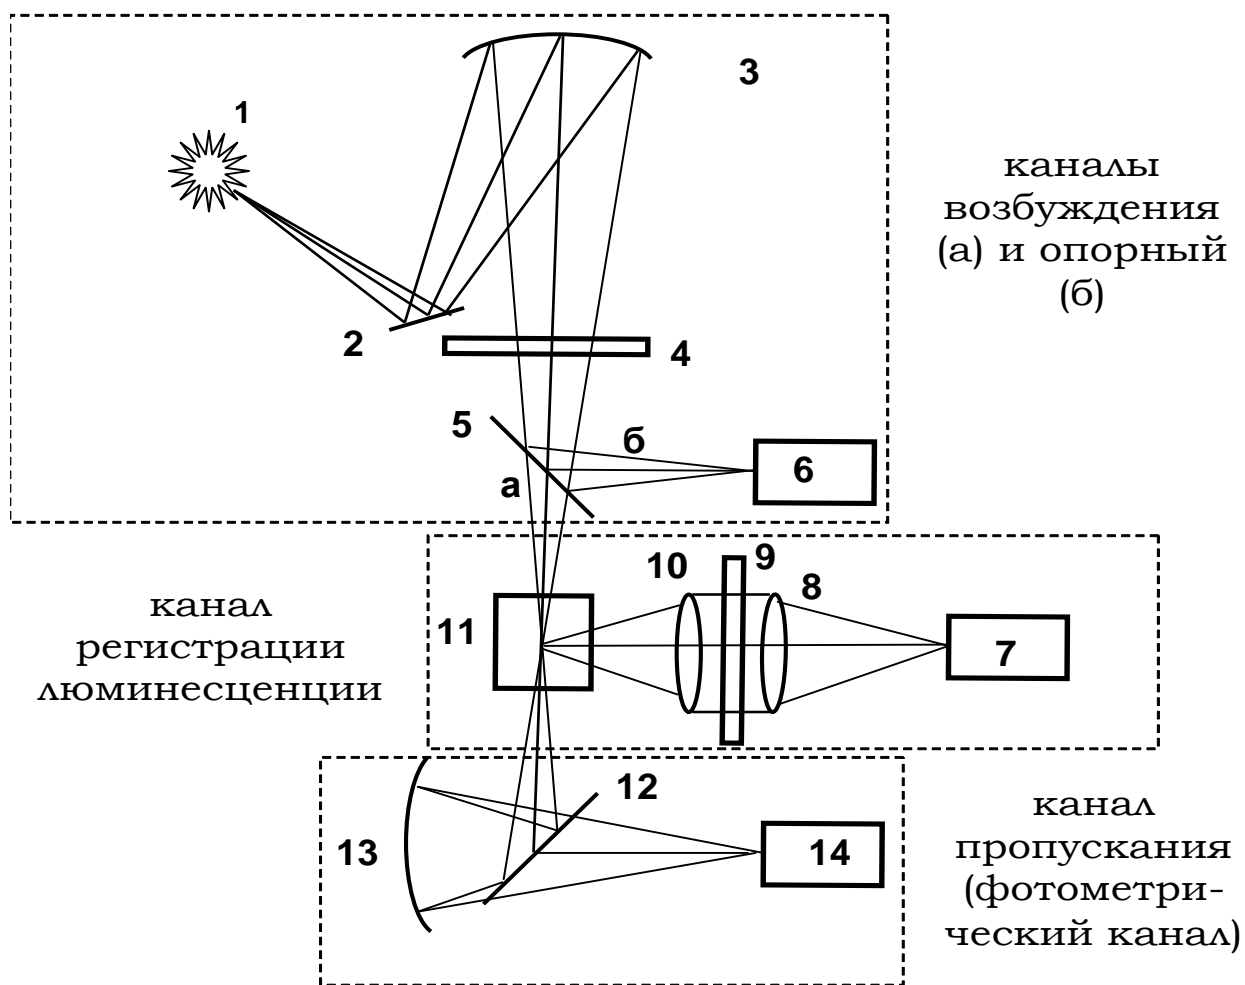
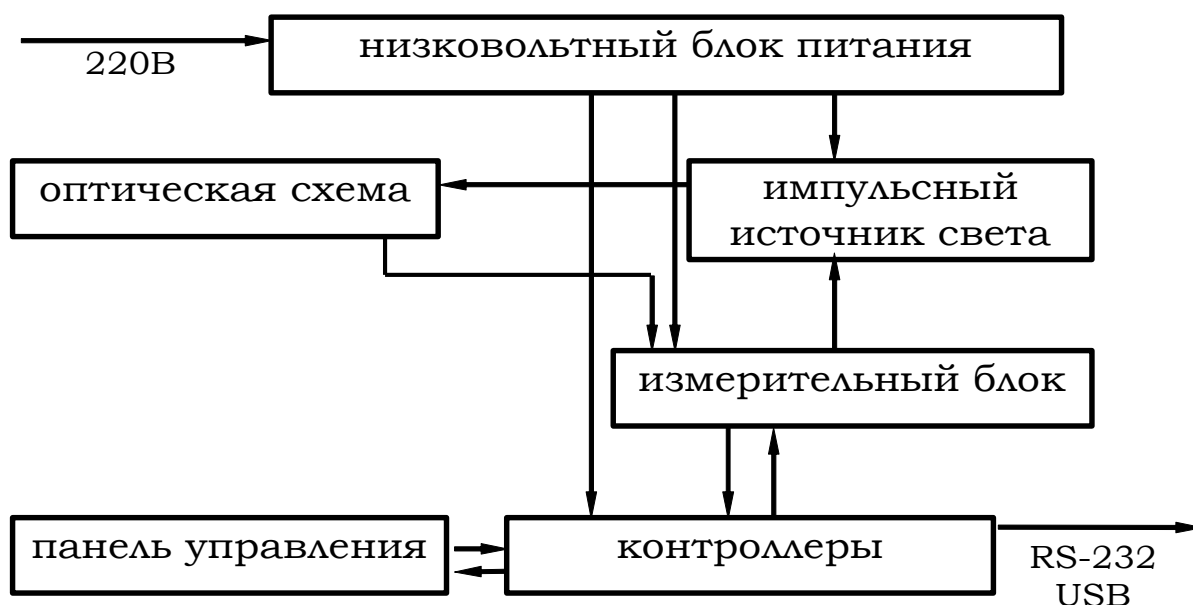

Рис.1. Оптическая схема анализатора «Флюорат-02-5М»
Рис.2. Структурная схема анализатора «Флюорат-02-5М»
Принцип работы анализатора иллюстрируется оптической (*Рис. 1*) и структурной (*Рис. 2*) схемами.
Оптическая схема анализатора (*Рис. 1*) может быть условно разбита на четыре канала, один из которых (канал возбуждения, практически совпадающий на схеме с опорным каналом) является только световым, а три остальных канала измерительные: опорный, регистрации люминесценции и пропускания (он же фотометрический). Общее для всех каналов излучение ксеноновой лампы (1), работающей в импульсном режиме (световой поток), проходит через систему зеркал (прямое (2) и сферическое (3)) и светофильтр (4), выделяющий спектральную область возбуждения.
Структурная схема анализатора (Рис.2) состоит из низковольтного блока питания, импульсного источника света, измерительного блока, включающего в себя фотоприемники каналов опорного, люминесценции и пропускания, микропроцессорного контроллера и панели управления с жидкокристаллическим графическим дисплеем (далее ЖК-дисплей) и клавиатурой.